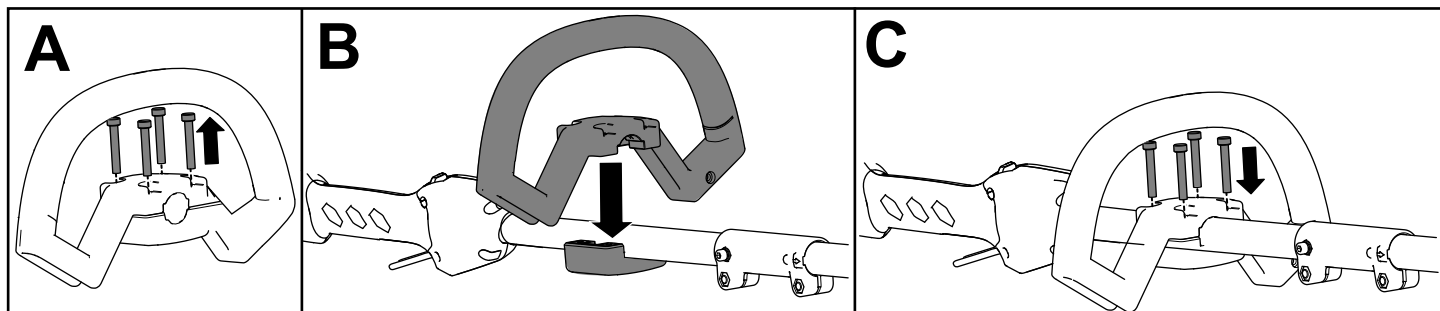

Figure 4
1. Séparez la poignée auxiliaire du support en retirant les 4 vis (A de la Figure 4).
2. Placez la poignée auxiliaire au-dessus de son support sur le manche du coupe-bordures (B de la Figure 4).
3. Fixez la poignée auxiliaire à son support à l'aide des 4 vis retirées précédemment (C de la Figure 4).